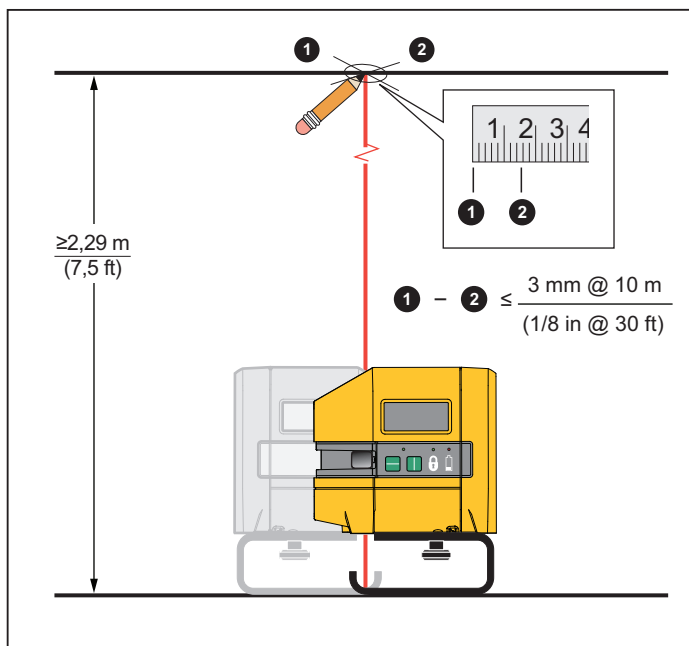

Figure 10. Précision de l'aplomb
3. Centrez le laser à point descendant sur les deux axes de la croix. Voir la figure 10.